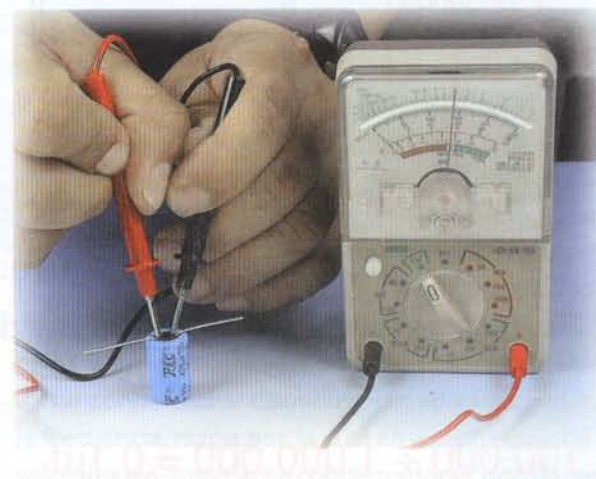

Figura 7.17. Prueba de condensadores con el multímetro
3. Conecte el condensador al multímetro, tal como se indica en la **figura 7.17**.